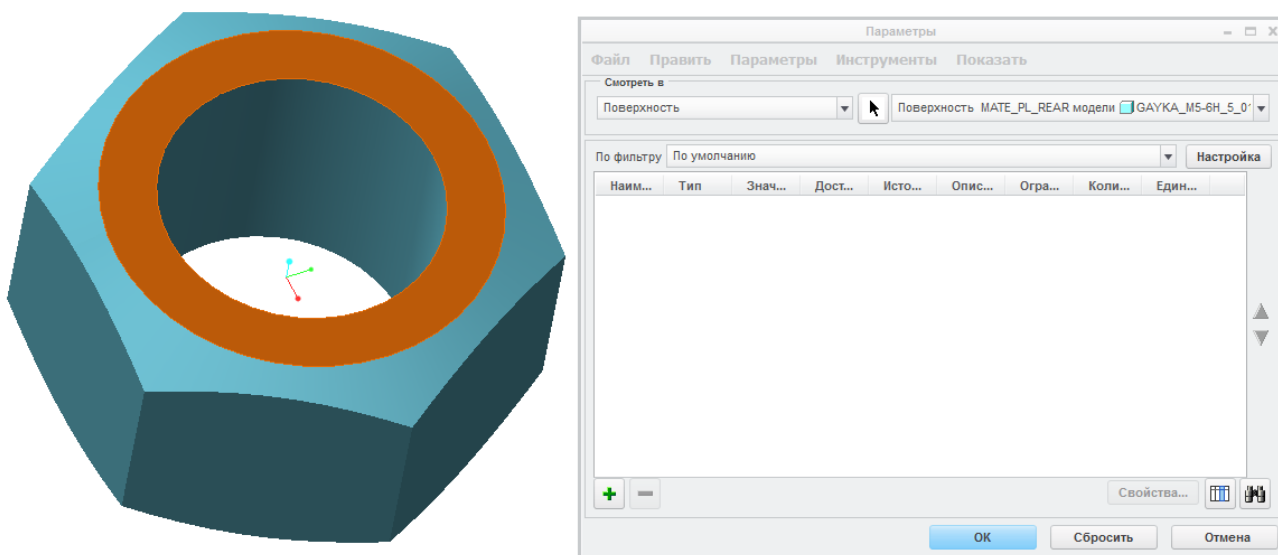

Рисунок 5-4
- Поверхности, которая является противоположной MATE\_PL\_FRONT – имя MATE\_PL\_REAR (Рисунок 5-4).